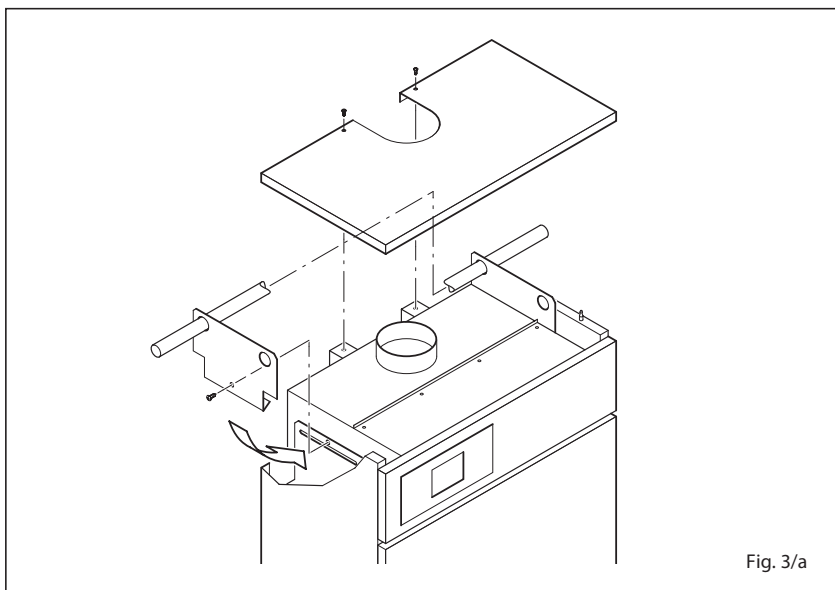

Fig. 3/a
2.1 LOCUL DE INSTALARE A CENTRALEI (fig. 3)
Centralele "RMG Mk.II", dat fiind faptul că au o putere mai mare de 35 kW, trebuie instalate în încăperi tehnice cu caracteristici dimensionale și condiții conforme cu DM 12/04/96 nr. 74 "Aprobarea regulii tehnice privind prevenirea incendiilor pentru proiectarea, fabricarea și exploatarea instalațiilor termice alimentate de combustibili gazoși". Înălțimea minimă a încăperii de instalare a centralei trebuie să corespundă cu cea indicată în fig. 3, în funcție de capacitatea termică totală. Distanța minimă între pereții încăperii de instalare și punctele externe ale centralei (partea dreaptă, stângă, posterioară) nu trebuie să fie mai mică de 0,60 m. ESTE permisă amplasarea mai multor aparate adiacente, cu condiția ca toate dispozitivele de siguranță și control să poată fi ușor
2.1.1 Manipulare (fig. 3/a)
manipularea se efectuează procedând după cum urmează (fig. 3/a):